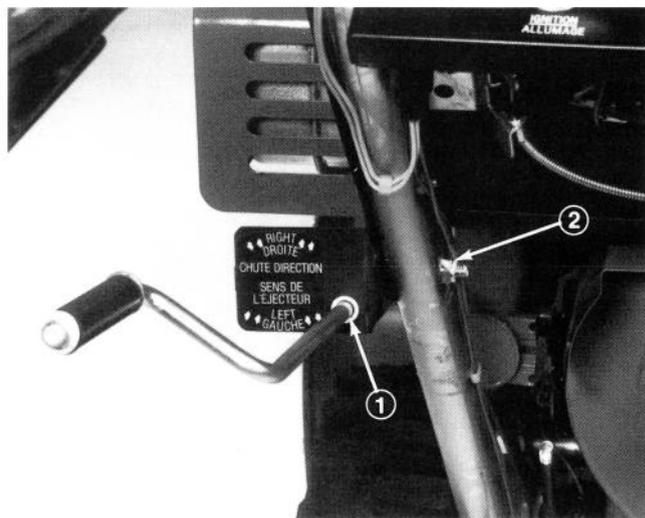
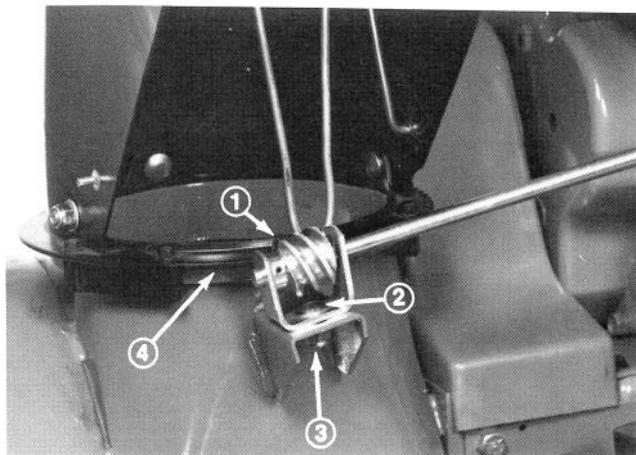

Abb. 3
Abb. 4
4. Den Haltewinkel mit der Auswurfverstellkurbel mittels Sechskantschraube und Sicherungsmutter links am Holm befestigen (Abb. 3), die Mutter aber noch nicht festziehen.
5. Die Schnecke mit Lagerfett Nr. 2 schmieren (Abb. 4). Dann die Lagerung mit der Schnecke mittels Schlossschraube, Sicherungsscheibe und Konusmutter auf der Winkelkonsole befestigen (Abb. 4), die Mutter aber noch nicht festziehen.
6. Die Schnecke fest in die Verzahnung des Aufnahme Kranzes hineindrücken und dann die Sicherungsmutter festziehen (Abb. 4). Jetzt auch die Sicherungsmutter zur Befestigung des Haltwinkels der Auswurfverstellkurbel am Holm festziehen (Abb. 3).